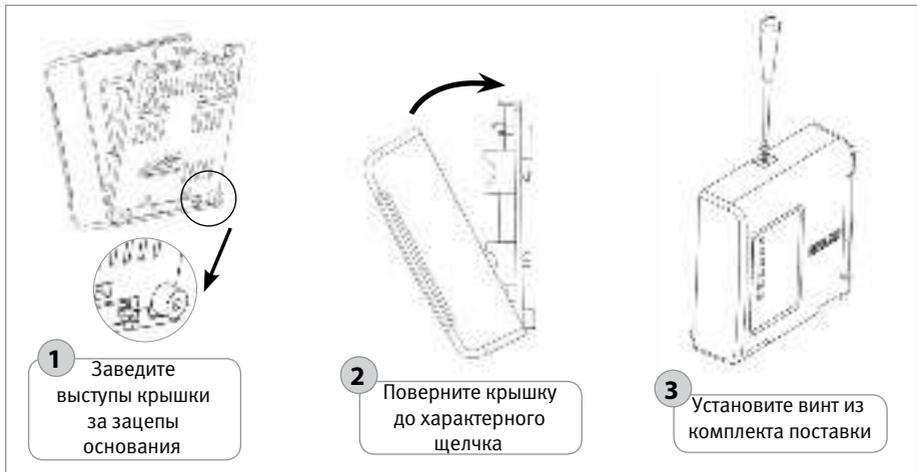

Рисунок 38. Порядок установки крышки прибора
- 2.6. Установите крышку прибора в порядке, указанном на рис. 38.
- 3.5. Установите крышку прибора в порядке, указанном на рис. 38.